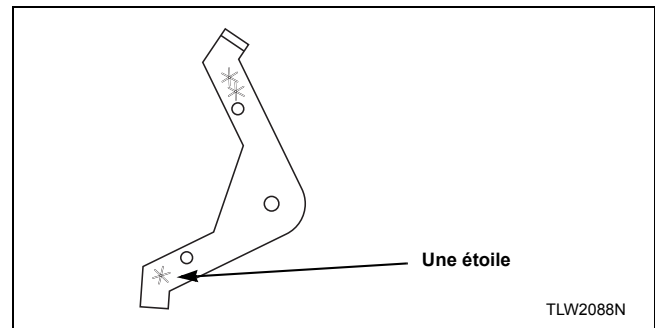

Figure 95
2. Installer le levier d'extension en plaçant la branche à une étoile vers le bas. Se reporter à la Figure 95.